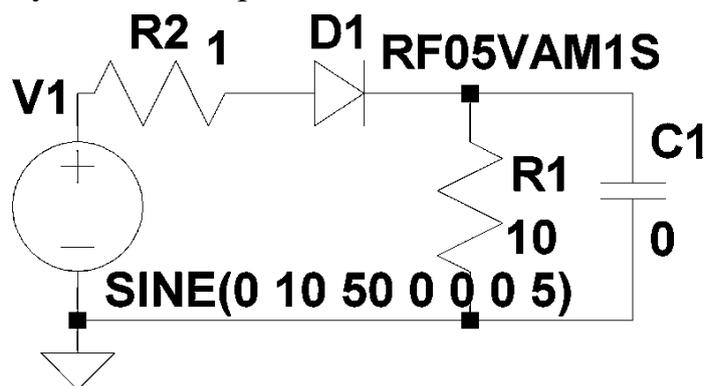

Рис. 2. Схема исследований работы на активную нагрузку.
1. Создайте схему выпрямителя с активной нагрузкой (рис. 2). В этой схеме в цепь источника ЭДС введено сопротивление  $R2=1$  Ом, имитирующее внутреннее сопротивление источника и соединительных проводов. Амплитуда ЭДС установлена равной 10 В.
Работу выпрямителя со сглаживающим конденсатором поясняет рис. 2,б,
1. В схеме выпрямителя рис. 2 установите величину  $R_1=200$  Ом и поочередно задайте величину ёмкости конденсатора  $C_1 = 100$ , а затем  $500$  мкФ.